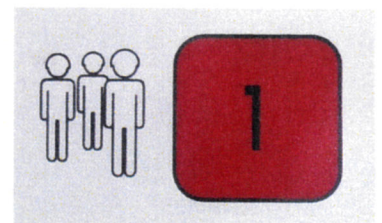
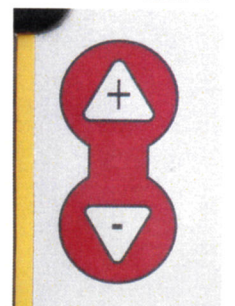

Bild 2
Bild 3
- Die angezeigte Restzeit kann vor oder während des Einsatzes geändert werden. Halten Sie die Kanal-Rückstelltaste (Bild 2) gedrückt und ändern Sie die Zeit mit den Tasten + oder – (Bild 3).